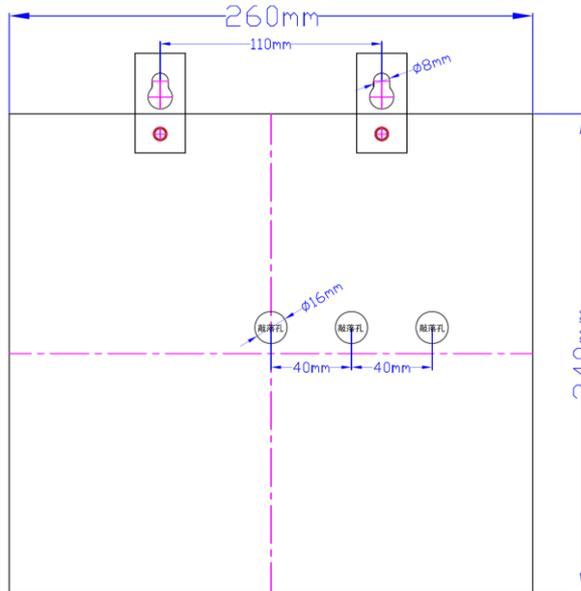

图 3-2
3.2 安装尺寸，如图 3-2
4.2 控制器的安装 安装尺寸参见图 3-2